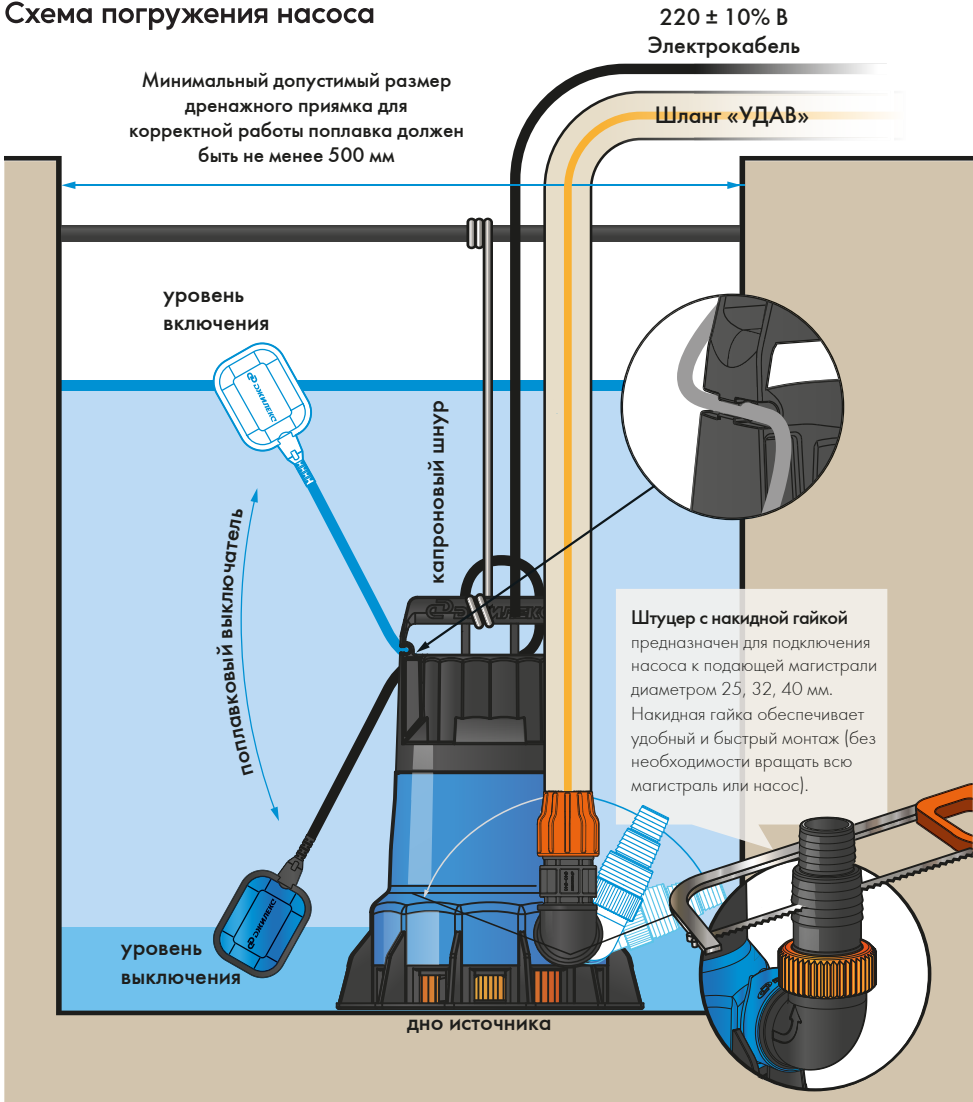

Рисунок 4
- Проверьте отключение насоса в нижнем положении поплавкового выключателя. Отрегулируйте длину шнура (рисунок 4).
- Подсоедините напорную магистраль. При временной установке используйте гибкие шланги*, при постоянной — полиэтиленовые трубы (ПНД)*. Перед присоединением шланга удалите неиспользуемую часть штуцера (рисунок 4).